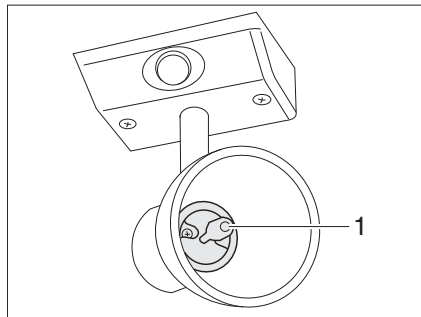

Fig. 172 Spot halogène (avec abat-jour en verre)
- Retirer l'ampoule halogène (Fig. 172,1) de sa douille en la tirant vers l'avant.